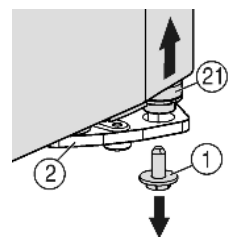

Fig. 5
- ▶ Unten rechts am Lagerbock die Sicherungsschraube Fig. 5 (1) herausdrehen.
- ▶ Der Lagerbolzen Fig. 5 (21) löst sich aus dem Lagerbock Fig. 5 (2).
- ▶ Falls sich der Lagerbolzen Fig. 5 (21) nicht löst, den Bolzen von unten herausdrücken.
- ▶ Sicherungsschraube Fig. 5 (1) unten in den Lagerbolzen eindrehen und festziehen (**mit 4 Nm**).